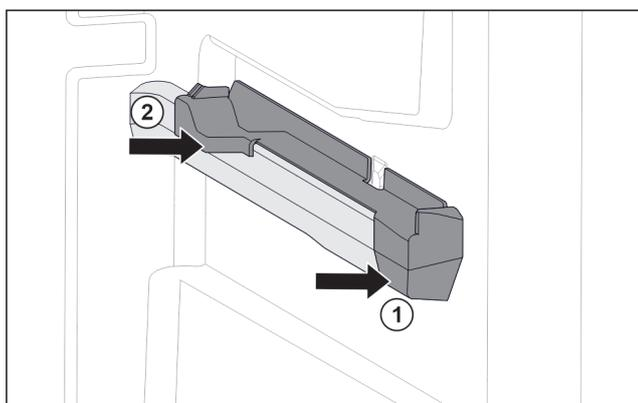

Fig. 119 右侧容器肋梁上的插装件
- ▶ 将插装件前部放到容器肋梁上。 Fig. 119 (1)
- ▶ 压紧插装件后部。 Fig. 119 (2)